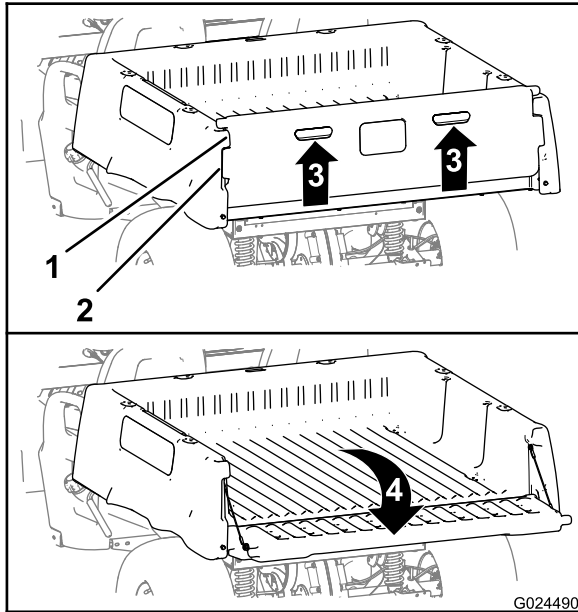

Figura 20
2. Eleve nos locais indicados no painel traseiro da porta traseira (Figura 20).
3. Alinhe as flanges de bloqueio da porta traseira com as aberturas entre as flanges da porta traseira da plataforma de carga (Figura 20).
4. Rode a porta traseira para trás e para baixo (Figura 20).
6. Rode a porta traseira para cima e para a frente até as flanges de bloqueio estarem justas ao espaço da porta na plataforma de carga (Figura 20).
7. Desça a porta traseira até ficar assente na parte de trás da plataforma de carga (Figura 20).